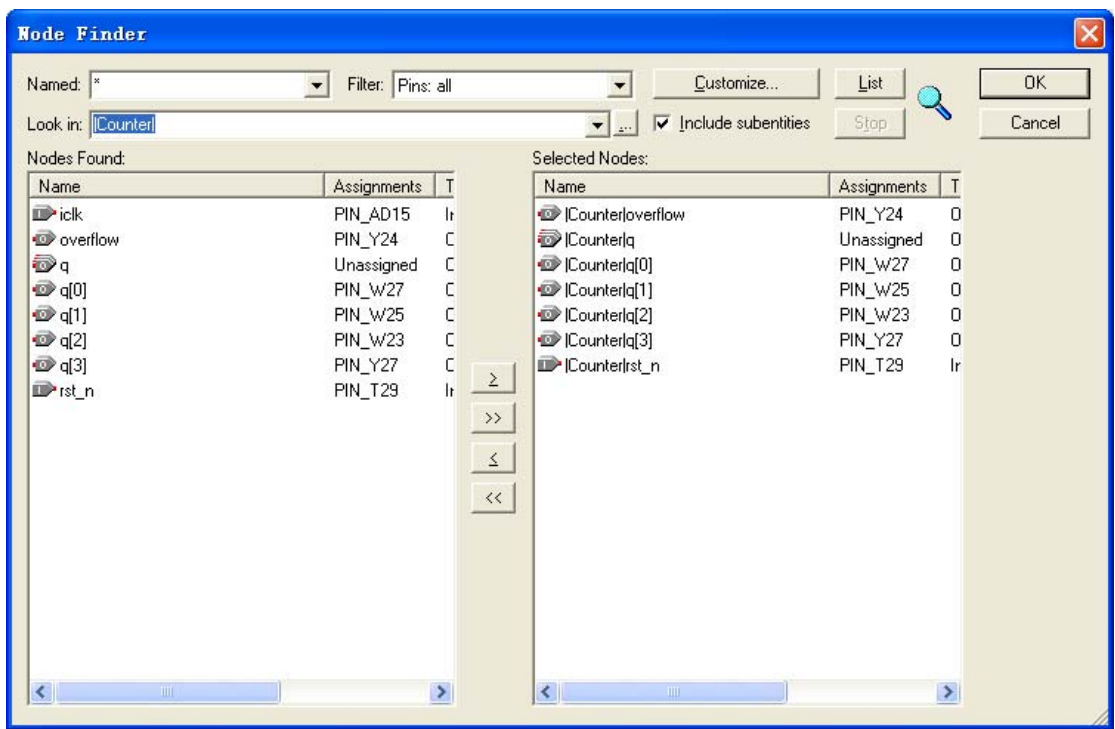

图 3-51 选择观察结点
30. 完成后可在栏中选择存储深度、触发级等选项，这里采用默认设置。下面加入需要观测的结点。在左侧空白区域双击，再次出现选择结点对话框。点击 List 列出所有可选结点。将关心的结点选择好，选择 Pins:all 列出所有引脚，除 iclk 外全部导入。完成后如图 3-51 所示。点 OK 确定。